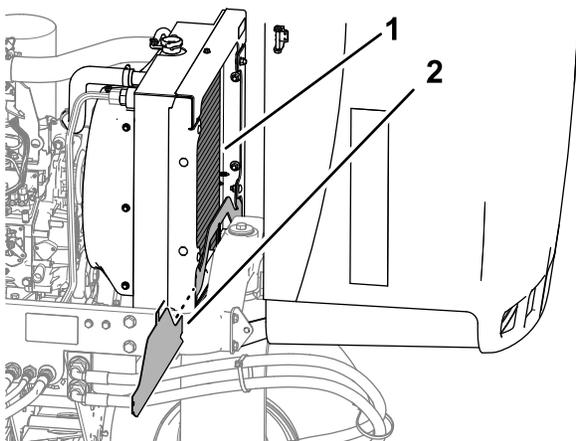

Рисунок 72
4. Снимите нижний щиток радиатора (Рисунок 72).
5. Тщательно очистите обе стороны радиатора водой или сжатым воздухом (Рисунок 72).